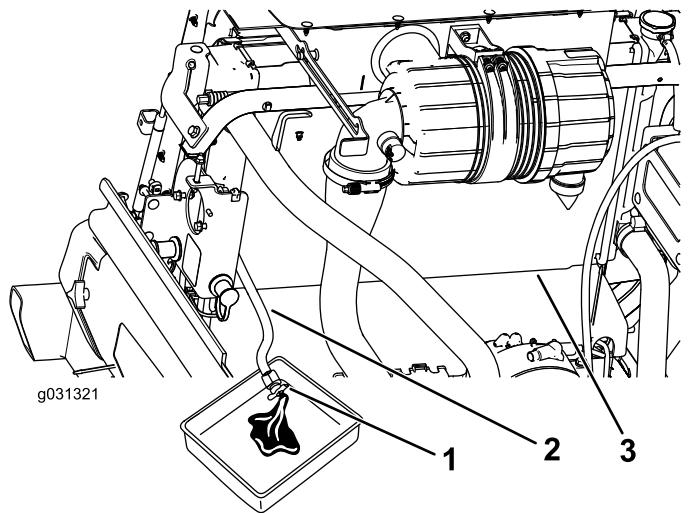

Figura 111
4. Chiudete la valvola sul flessibile di spurgo del radiatore (Figura 111).
3. Con il flessibile di spurgo del radiatore posizionato in una bacinella, aprite la valvola di spurgo sul flessibile del radiatore e spurgate il fluido in una bacinella (Figura 111).